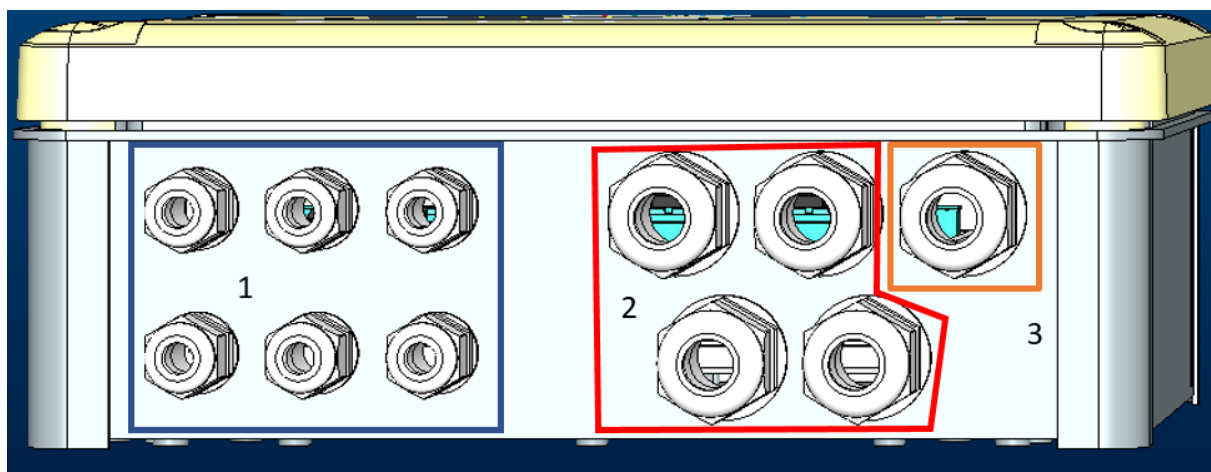

Figure 1: Image de face du serre-câble
1. Insérez le câble dans le serre-câble indiqué sur la Figure 1, entouré en orange (Serre-câble 3)
Selon l'application, l'utilisateur peut effectuer d'autres connexions électriques, voir la Figure 1.